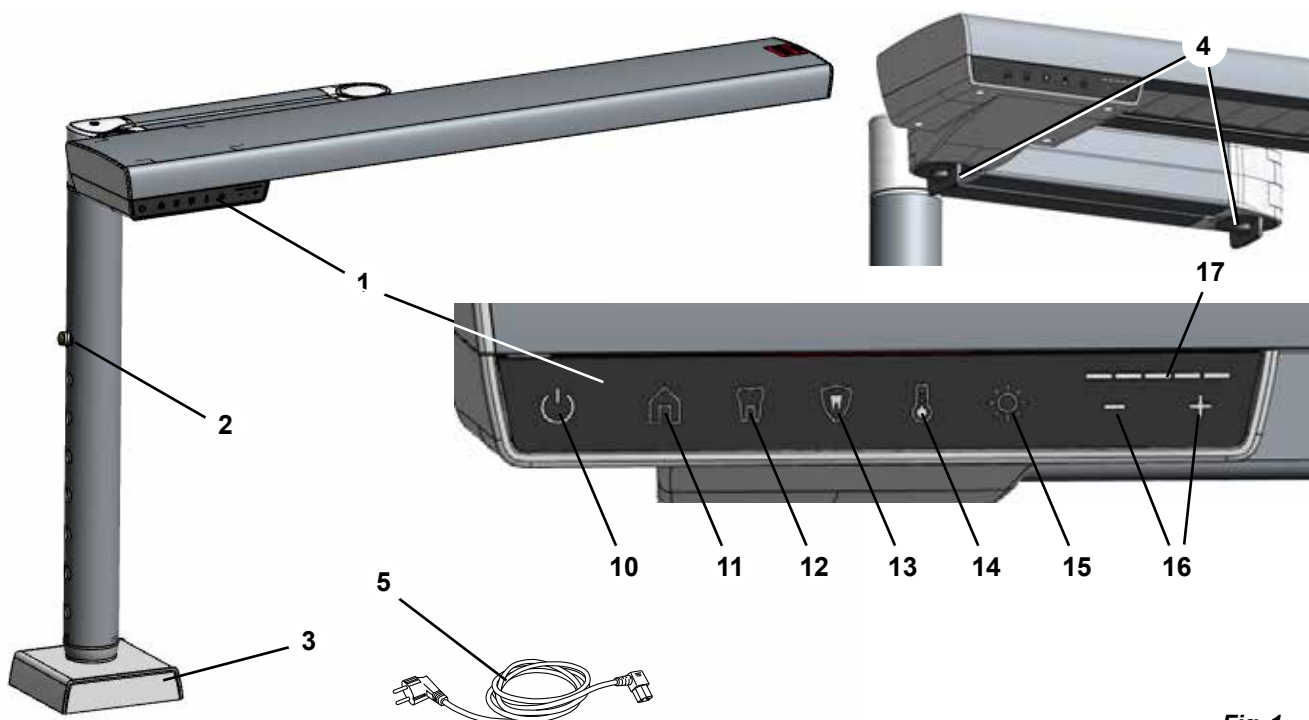

Fig. 1
- ⇒ Нажмите фиксатор регулировки по высоте (2, рис. 1) и вытяните внутреннюю трубку за цоколь до максимального положения.
i Чтобы определить подходящее место крепления, отпустите фиксатор шарнира (4, рис. 1) и убедитесь, что светильник можно переместить в ранее описанное оптимальное положение (гл. 4.2.1).
- ♦ Включается подсветка кнопки яркости (15, рис. 1).
- ♦ На индикаторе интенсивности (17, рис. 1) отображается текущий уровень яркости.